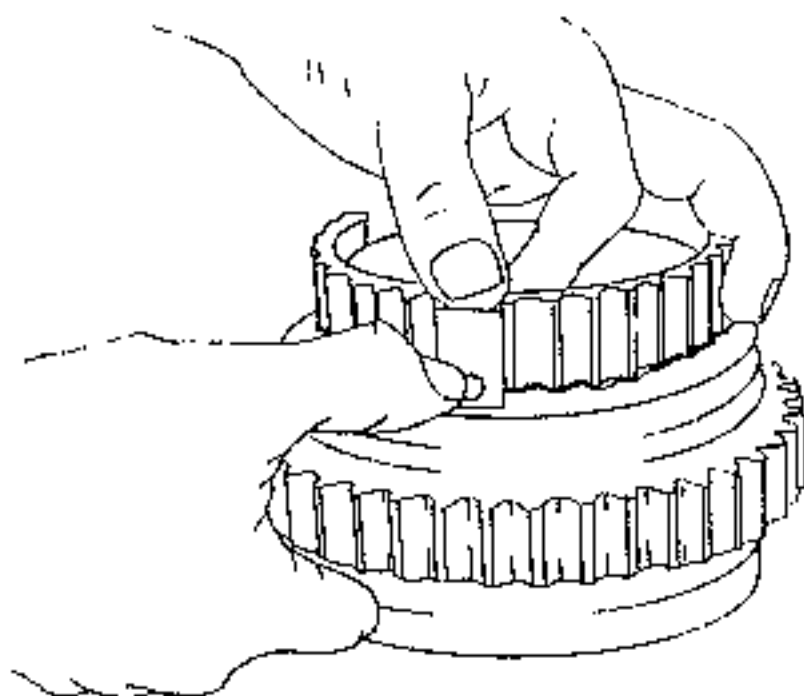

Bild 76
- Markierungen in Muffe und Nabe ausrichten und die Schiebemuffe so über die Nabe setzen, dass die Bohrungen für die Kugeln an der Oberseite liegen, wie es Bild 76 zeigt. Die Schaltsteine in die Aussparungen einsetzen und die Feder durch die Bohrungen einsetzen.